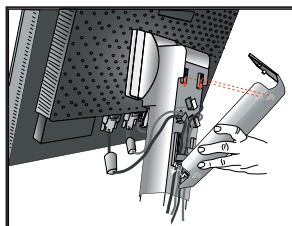

Figura 8
6. Sujete firmemente todos los cables y coloque la cubierta para cables sobre el soporte (Figura 8).